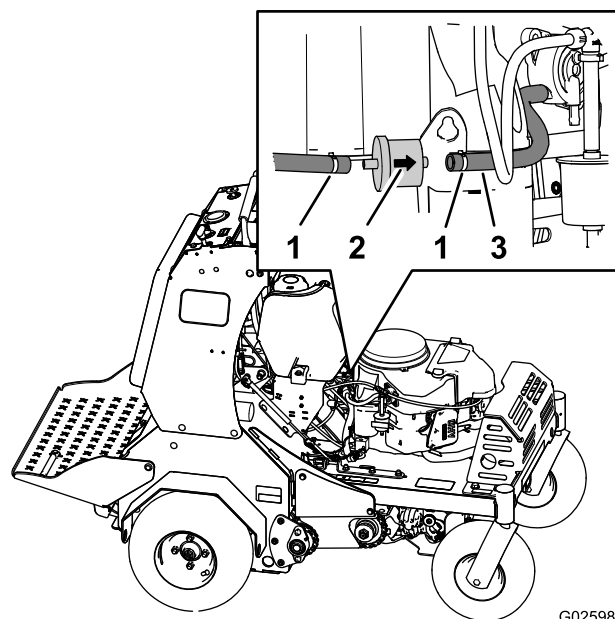

Figure 43
3. Pincez les extrémités des colliers et faites glisser ceux-ci pour les éloigner du filtre (Figure 43).
4. Détachez le filtre des conduites de carburant (Figure 43).
5. Posez le filtre neuf en orientant la flèche du sens d'écoulement comme montré à la Figure 43.
6. Alignez les colliers sur le flexible et les raccords du filtre à carburant (Figure 43).